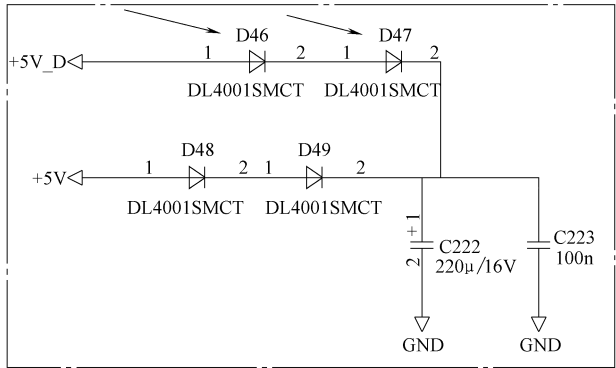

图 5-55 D46、D47 相关电路截图
- 2) D46、D47 相关电路截图如图 5-55 所示。